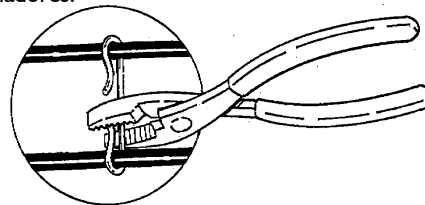

Figura 18. Apriete los espaciadores con alicates
- Al correr el cable por los canalones, se pueden apretar los espaciadores con los dedos o con alicates. Si utiliza alicates, apriete ligeramente y tenga cuidado de no pellizcar, pensar o dañar de alguna forma el cable (Véase la Figura 18). No utilice un martillo para apretar las pinzas ni los espaciadores.
Cuando se tiene la medida necesaria, el siguiente paso es instalar los espaciadores de cable y bajar el cable por la bajada de agua. Entre si deben de sujetar los espaciadores al cable cada 6 pulgadas (15 cm) para que el cable no se toque. Se debe apretar los espaciadores antes de bajar el cable. Puede hacerlo con los dedos o con la ayuda de alicates. Si utiliza alicates apriete ligeramente para no pellizcar, prensar, cortar o dañar el cable de alguna manera (Véase la Figura 18). No clave o apriete las pinzas ni los espaciadores. Baje el cable por la bajada de agua con la ayuda de una cuerda con una pesa.
Apriete las pinzas y los espaciadores. Apriete las pinzas y los espaciadores de cable del techo. Puede utilizar los dedos o alicates. Si utiliza alicates, apriete ligeramente para evitar pellizcar, prensar, cortar o dañar el cable de alguna manera (Véase la Figura 18). No utilice un martillo para apretar las pinzas ni los espaciadores.